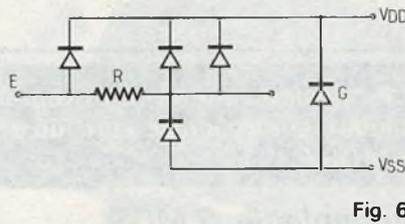

Fig. 6
- Toutes les entrées comportent des protections (fig. 6), cependant il est nécessaire de les protéger contre les charges statiques. Un exemple : une personne marchant sur un parquet ciré peut générer un champ électrostatique dont le potentiel peut atteindre 15 kV, le corps humain ayant une capacité d'environ 300 pF pour de telles tensions, on comprendra aisément les problèmes que cela pourrait poser sur une entrée C.MOS de capacité généralement égale à 5 pF.